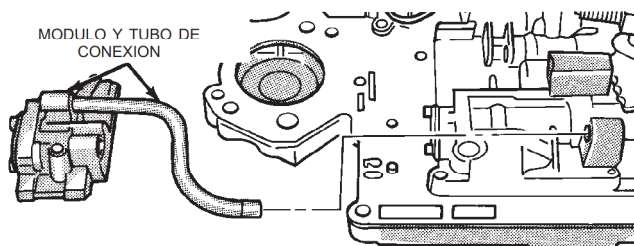

Fig. 50 Módulo de embrague y tubo de conexión
(12) Retire los tornillos que fijan el módulo del embrague del convertidor al cuerpo de válvulas y retire el módulo y el tubo de conexión (Fig. 50).